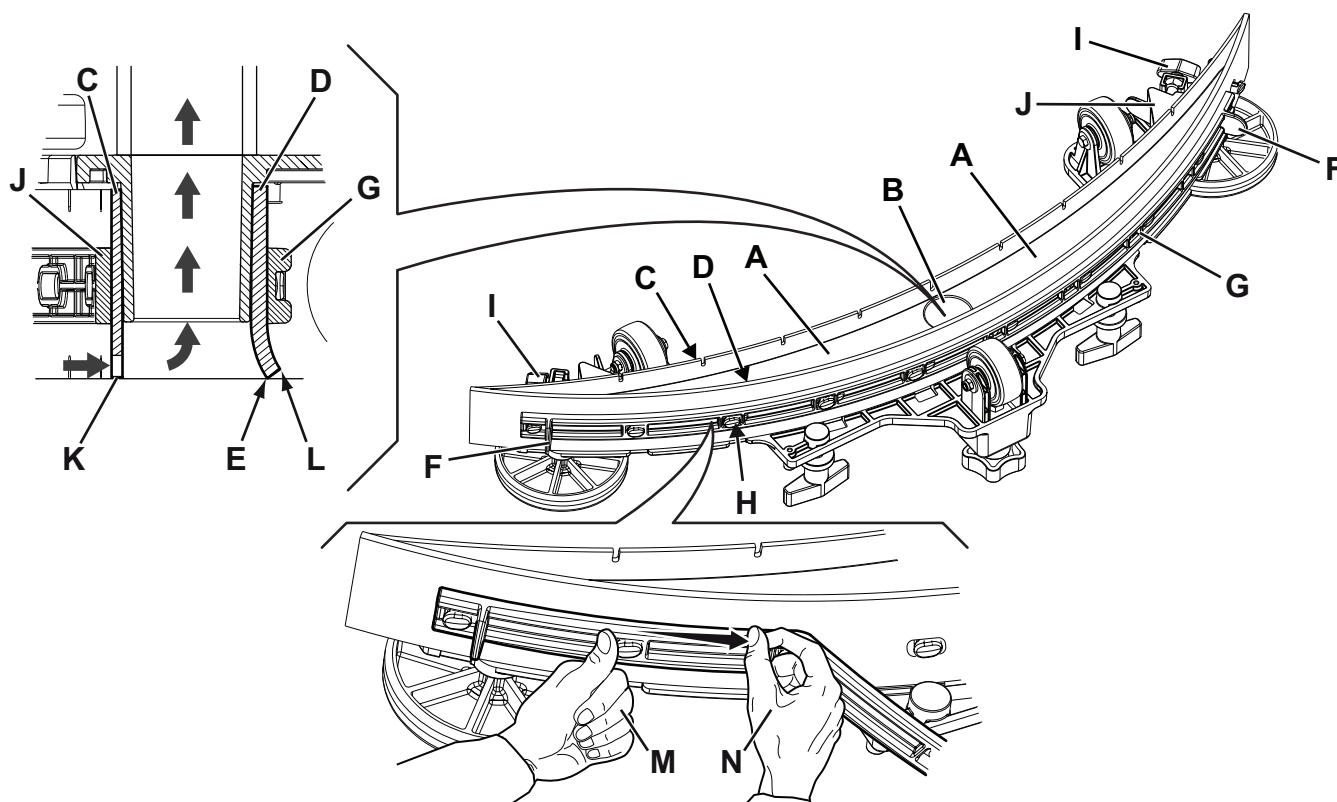

Рис. 5
2. Убедитесь, что машина отключена и сетевой шнур (4) отсоединен от сети электропитания.
3. Ослабьте маховики (13) и снимите швабру (26).
4. Вымойте и очистите швабру. В частности, очистите отсеки (А, Рис. 5) и отверстие (В). Проверьте состояние переднего (С) и заднего (D) скребков. При наличии повреждений замените их, как показано ниже.
2. Проверьте состояние переднего (С, Рис. 5) и заднего (D) скребков. При наличии повреждений замените их, как показано ниже. Проверьте, не изношен ли передний угол (Е) заднего скребка; в противном случае переверните скребок, чтобы поменять местами изношенный угол с целым. Если и другие углы изношены, замените скребок в следующем порядке:
- Используя перемычку (F) выдвиньте и снимите эластичную планку (G), а затем поверните или замените (H) задний скребок (D).
- Установите скребок, действуя в обратной последовательности. Прикрепите эластичную планку (G) к креплениям (H), начиная с одной стороны. Чтобы облегчить процедуру крепления, закрепляйте крепления по одному за раз, фиксируя планку перед креплением одной рукой (M) и тяните ее другой рукой (N).
- Отвинтите маховики (I) и снимите планку (J), затем поверните или замените передний скребок (C).
3. Установите швабру (26) и закрутите маховики (13).
- Убедитесь, что край (K) переднего скребка (C) и край (L) заднего скребка (D) размещены как показано на рисунке.
- Используйте рукоятку (14) для регулирования.